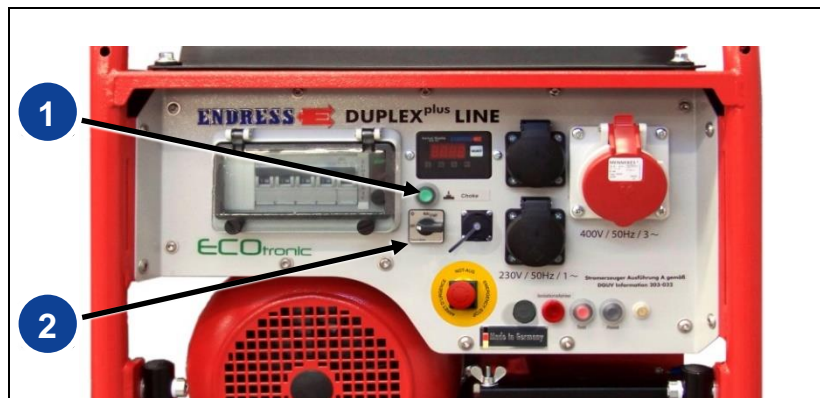

Fig. 4-4: Arranque eléctrico
2. Pulse el botón del estárter (Fig. 4-4-(1)) y manténgalo presionado.
3. Girar el interruptor de arranque del motor (Fig. 4-4-(2)) hacia la derecha, a la posición de "INICIO".
4. Suelte el interruptor de arranque del motor (*Fig. 4-4-(2)*); el interruptor salta a la posición "RUN".
5. Suelte el botón del estárter (*Fig. 4-4-(1)*).
3. Girar el interruptor de arranque del motor (*Fig. 4-4-(2)*) hacia la izquierda, a la posición de "APAGADO". En caso de uso con el arranque remoto, debe tener en cuenta algunas particularidades (consulte el capítulo 5.3).